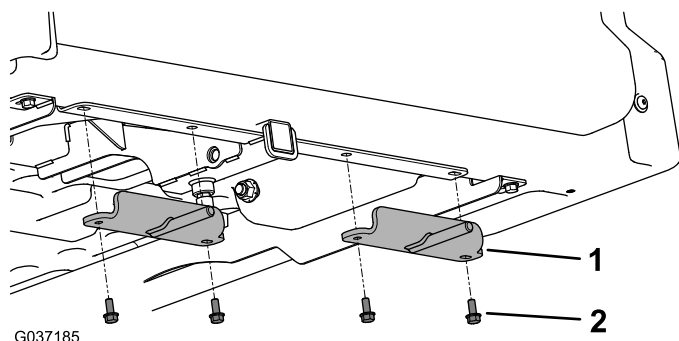

Figura 3
2. Instale as duas extensões laterais na parte inferior da plataforma de carga utilizando os parafusos de cabeça sextavada removidos (5/16 x 3/4 pol.), como se mostra na Figura 3.